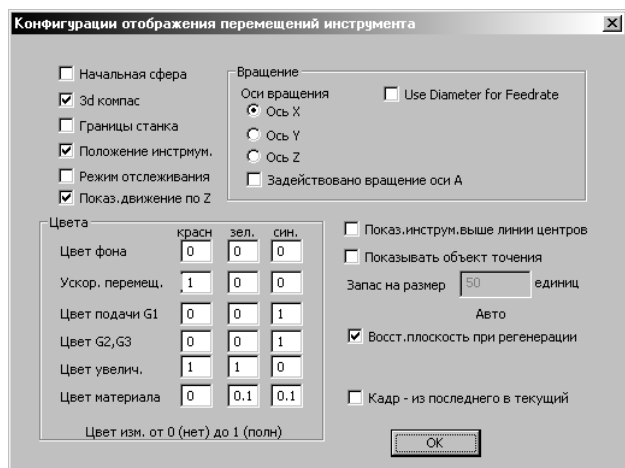

Рис. 22. Окно Маршруты.
9. Зайти в меню **Конфигурации – Маршруты** (Рис. 22). Установить параметры согласно рисунку.